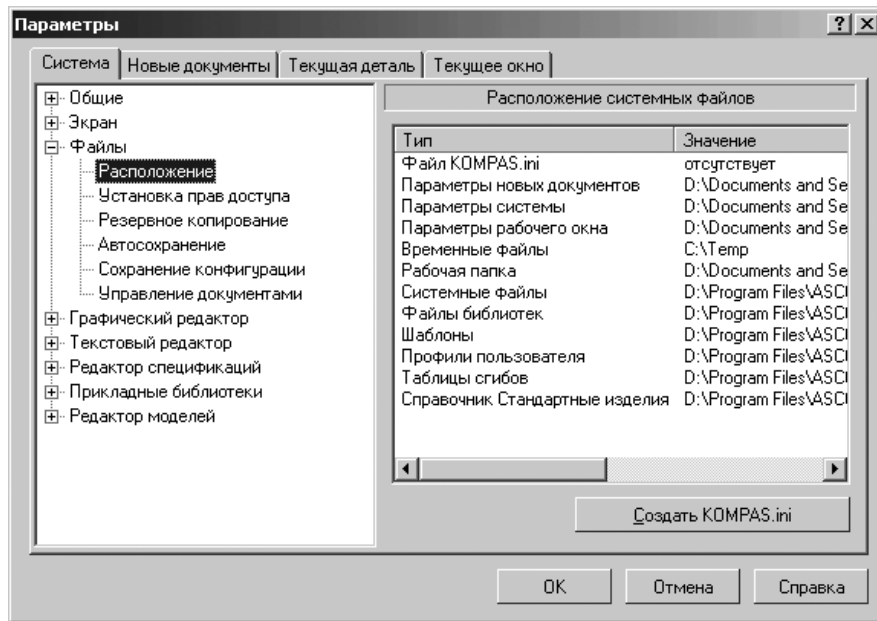

Рис. 9.10. Диалоговое окно **Параметры** с открытой вкладкой **Система** и открытой панелью **Расположение системных файлов**
- щелкните по пункту **Расположение**. Откроется в правой части диалогового окна панель **Расположение системных файлов** (рис. 9.10);